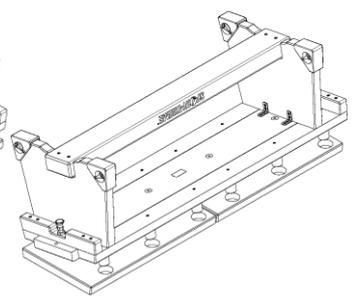

Abb. 5: flexibel und schmal
- Für eine flexible und schmale Lauffläche (s. Abb. 5) wird der Anwendungsfall 2 durchgeführt und die Bank anschließend auf die breite Lauffläche gestellt